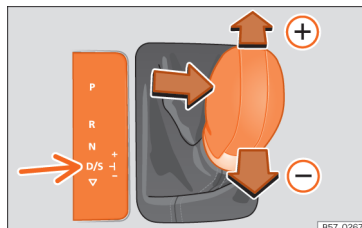

Abb. 88 Hebel in Tiptronic-Stellung.
- Drücken Sie den Hebel nach vorn (+) oder zurück (-), um hoch- oder herunterzuschalten »» **(Abb. 88)**.